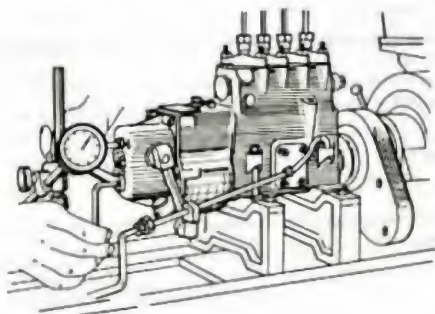

Fig. 24.
- Comparer avec la vitesse spécifiée sur la fiche technique et retoucher par la vis « **GV** » si cela s'impose (fig. 24 et 25).